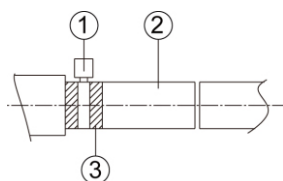
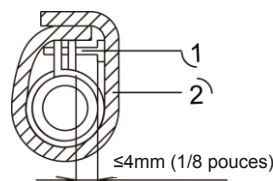

Fig 4.3.2
Fig 4.3.3
- 1) Insérer le tuyau d'évacuation dans l'orifice d'évacuation et le serrer avec du ruban, comme indiqué sur la Fig. 4.3.2.
- ① bride métallique (accessoire)
- ② tuyau d'évacuation (accessoire)
- (3) Utiliser une platine d'étanchéité pour isoler la bride de tuyau et le tuyau, comme indiqué sur la Fig.4.3.3.
- ② éponge thermique (accessoire)